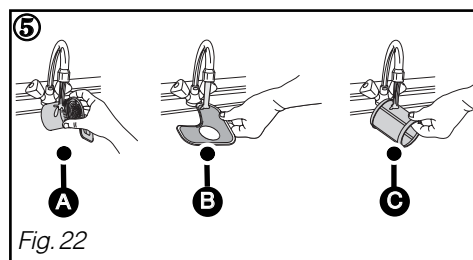

Fig. 22
- ② Dévissez d'un quart de tour le filtre à déchets puis le retirer Ⓐ .
- ③ Retirez le filtre principal Ⓑ .
- ④ Retirez le tamis micro filtre Ⓒ .
- ⑤ Nettoyez soigneusement les filtres Ⓐ , Ⓑ et Ⓒ sous l'eau courante. (Fig. 22)